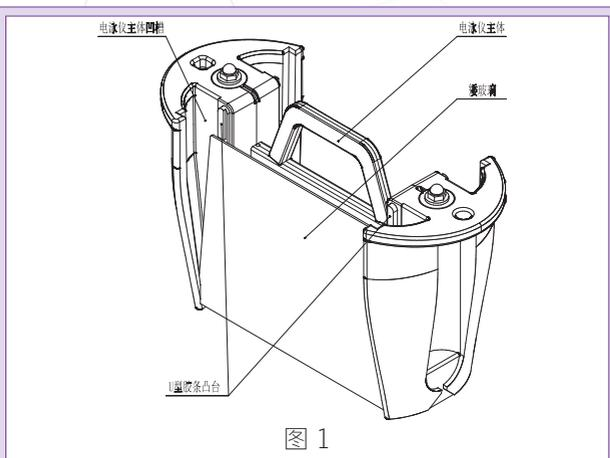

图 1
1.1.1 将矮玻璃板倾斜放置在电泳仪主体凹槽内，矮玻璃板下端放置在电泳仪主体凹槽内下端最外侧，上端放置在电泳仪主体上的U型胶条凸台下沿，见图1。